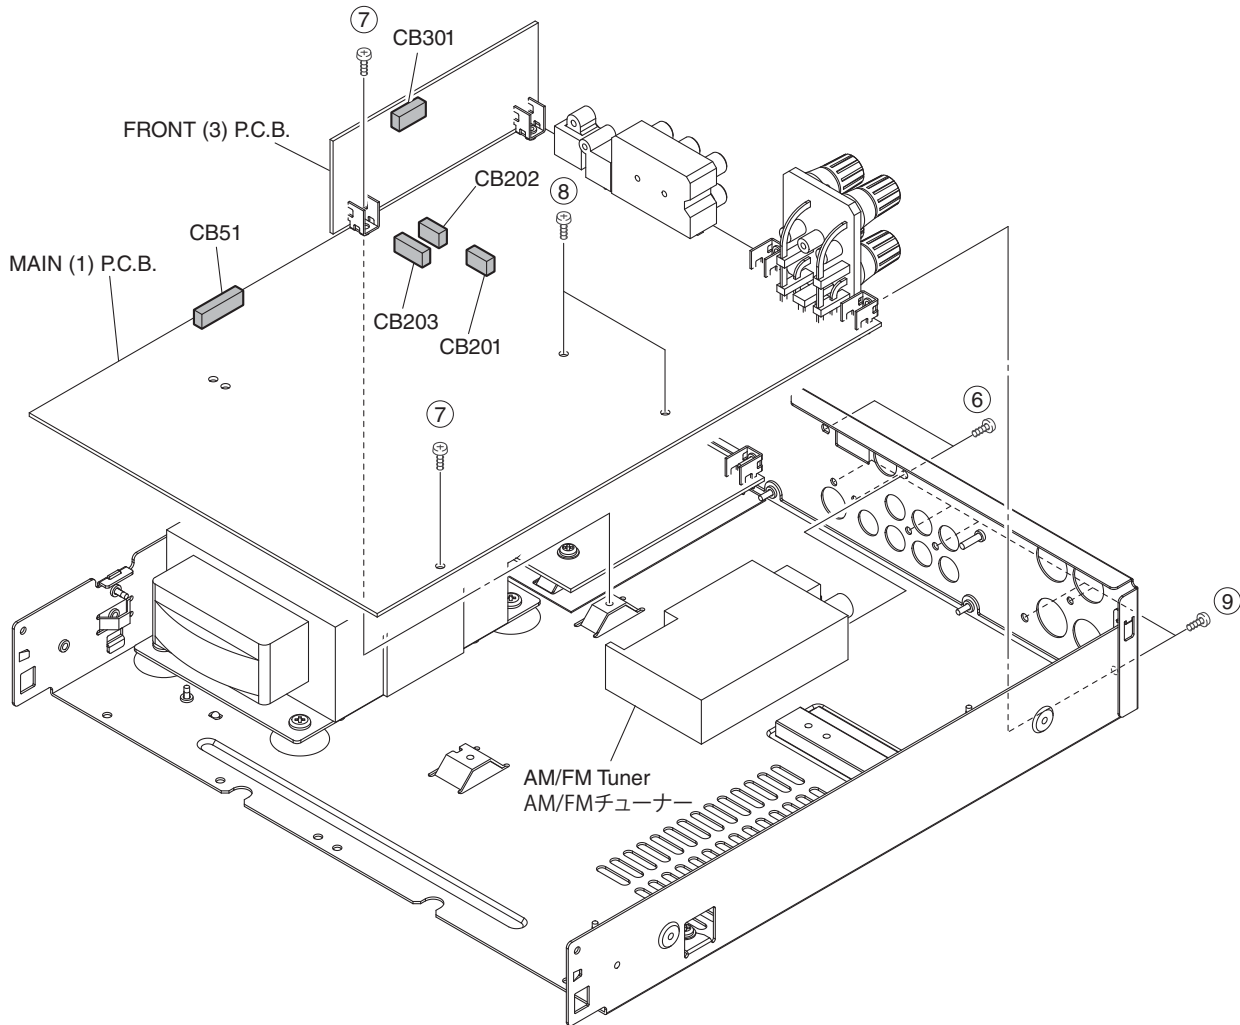

Fig. 2
- Remove 2 screws (⑥). (Fig. 2)
- Remove CB301. (Fig. 2)
- Remove the AM/FM tuner. (Fig. 2)
- Remove 2 screws (⑦), 2 screws (⑧) and 7 screws (⑨). (Fig. 2)
- Remove CB51 and CB201–203. (Fig. 2)
- Remove the MAIN (1) P.C.B.. (Fig. 2)
- ⑥のネジ2本を外します。(Fig. 2)
- CB301を外します。(Fig. 2)
- AM/FM チューナーを取り外します。(Fig. 2)
- ⑦のネジ2本、⑧のネジ2本、⑨のネジ7本を外します。(Fig. 2)
- CB51、CB201～203を外します。(Fig. 2)
- MAIN (1) P.C.B.を取り外します。(Fig. 2)